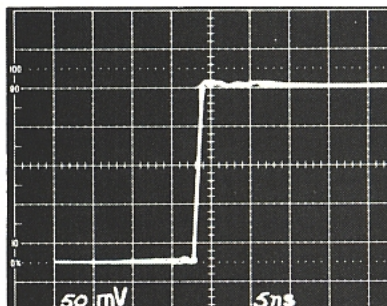

Figure 5 : Signal prélevé avec un coaxial 50 Ω adapté.
B) Les figures 5 et 6 illustrent l'influence des techniques de connexion sur la visualisation d'un signal ayant un temps de montée extrêmement rapide.
La figure 5 montre le signal visualisé avec la meilleure solution connectique : le signal est prélevé par un coaxial 50 ohms qui est branché sur l'entrée 50 ohms de l'oscilloscope. Le temps de montée représenté est inférieur à 1 ns.